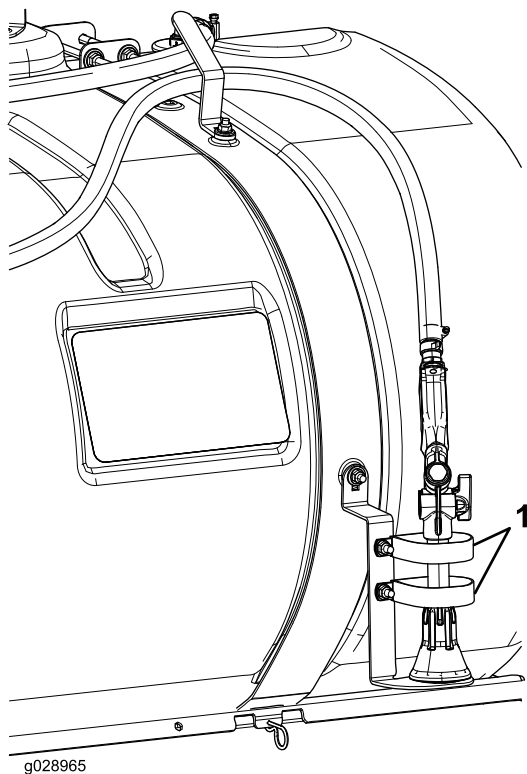

Figure 34
5. Montez le support du pistolet-pulvérisateur sur le boulon de carrosserie avec une rondelle et un contre-écrou (5/16 po), comme montré à la Figure 34.
Remarque: Reportez-vous à la Figure 34 pour positionner correctement les colliers en R.
5. Enroulez le flexible sur les crochets de la cuve et fixez le pistolet dans les colliers en R, comme montré à la Figure 34.